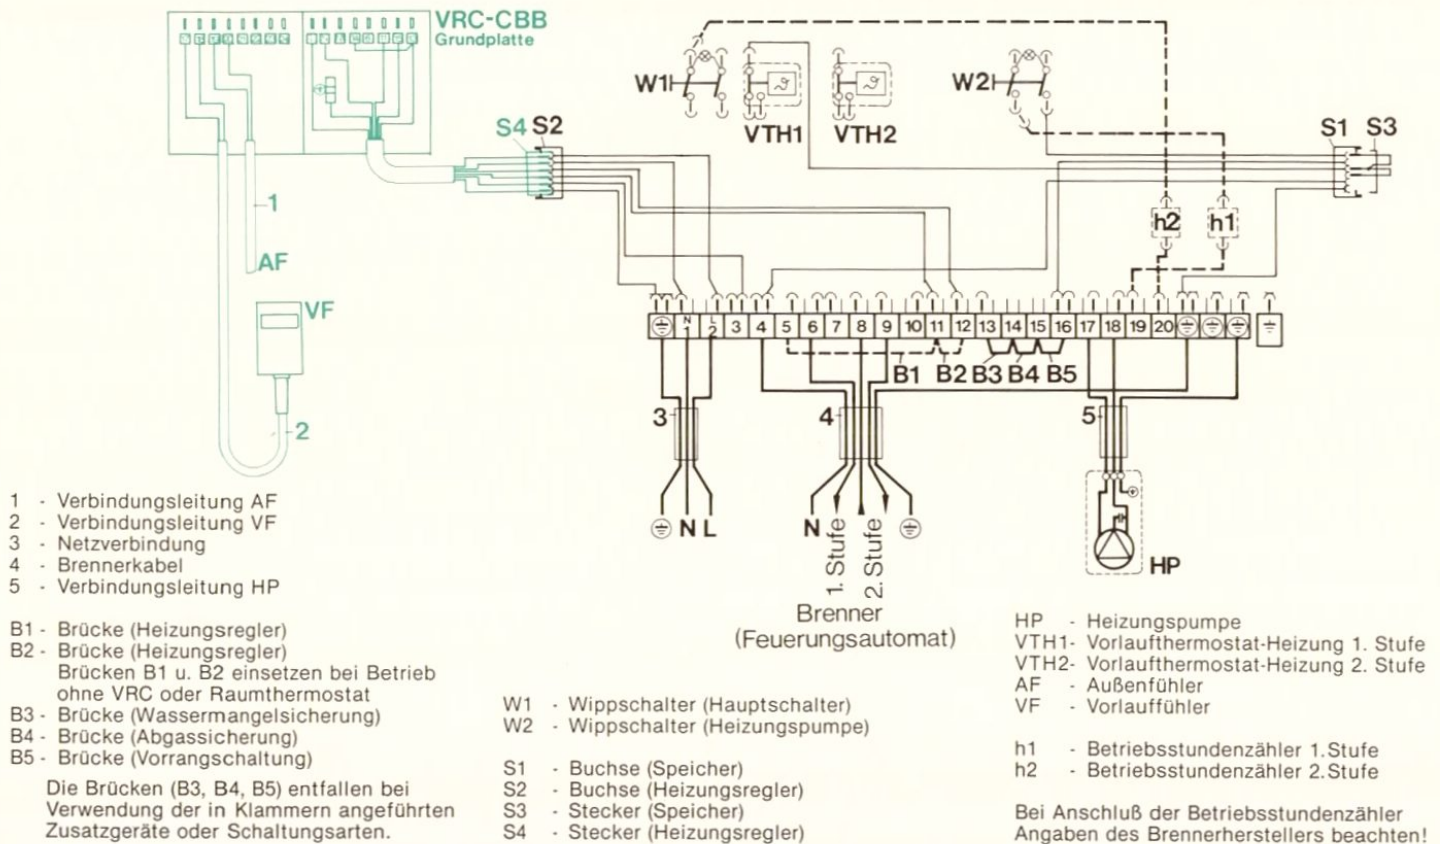

Abb. 6
Heizungspumpenanschlußkabel (3) zum Einbauort der Heizungspumpe (4) führen und gemäß Elektro-Anschlußplan Abb. 6, Seite 10, anklemmen.
Ist am Brenner kein Stecker vorhanden, kann der Brenner mit dem Brenneranschlußkabel (2) am Brenner direkt gemäß der Verdrahtungshinweise des Brennerherstellers bzw. des Elektro-Anschlußplanes Abb. 6, Seite 10, angeschlossen werden.